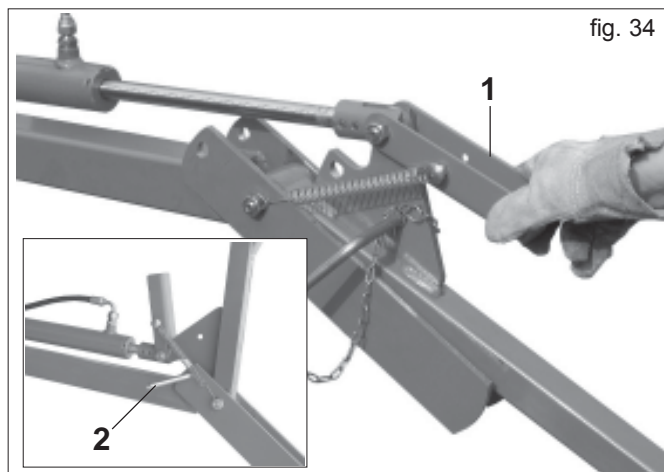

fig. 34
- 2) Sollevare la staffa di fermo (1 Fig. 34).
- 3) Azionare l'impianto oleodinamico per sollevare completamente l'erpice copriseme in posizione di trasporto, bloccandolo con i chiavistelli di sicurezza (2 Fig. 34) ed assicurarli con le apposite copiglie. **I chiavistelli di sicurezza vanno inseriti dall'interno macchina verso l'esterno, contrariamente verrebbero danneggiati dal sollevamento del carrello posteriore.**